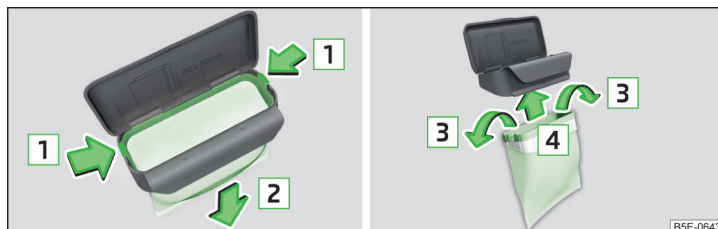

Abb. 82 Beutel ersetzen
- › Die beiden Rastnasen am Rahmen in Pfeilrichtung **1** abdrücken » Abb. 82.